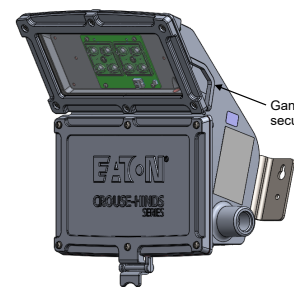

Figura 3
- Se proporcionan dos puntos de fijación para la retención secundaria, consulte la Figura 3. Enrolle el cable de retención secundaria a través del accesorio o enganche el mosquetón proporcionado con el kit de accesorios SC831.